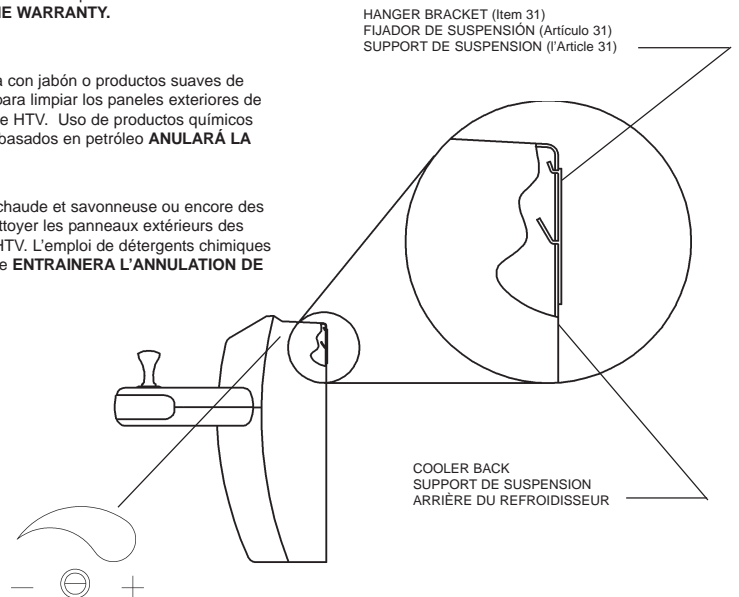

Fig. 3
- 1) Remove the hanger bracket fastened to back of the cooler by removing one (1) screw.
- 2) Mount the hanger bracket as shown in Fig. 2 & Fig 3.
- NOTE:** Hanger Bracket MUST be supported securely. Add fixture support carrier if wall will not provide adequate support. Anchor hanger securely to wall using all six (6) 1/4 in. dia. mounting holes.
- 3) Hang the cooler on the hanger bracket. Be certain the hanger bracket is engaged properly in the slots on the cooler back as shown in Figure 3.
- 9) Stream height is factory set at 35 PSI. If supply pressure varies greatly from this, adjust screw located on upper side of frame (Items 33 or 47). See Fig. 3. CW adjustment will raise stream and CCW adjustment will lower stream. For best adjustment, stream should be 1-1/2" above bubbler hood. (See Fig. 8)
- 1) Quita gancho paréntesis abrochó para apoyar de más fresco quitando uno (1) tornillo.
- 2) Monta el paréntesis de gancho como mostrado en la Fig 2, y Fig 3.
- 9) La altura de la corriente es el conjunto de la fábrica en 35 PSI. Si la presión de la fuente varía grandemente de esto, ajuste el tornillo situado en el lado superior del bastidor (Artículos 33 y 47). Vea Fig. 3. El ajuste de CW levantará la corriente y el ajuste de CCW bajará la corriente. Para mejor ajuste, la corriente debe ser 1-1/2" encima de capucha de bubbler. (Vea Fig. 8)
- 1) Enlève le crochet de cintre a attaché pour soutenir de plus frais en enlevant celui (1) la vis.
- 2) Monter le crochet de cintre selon la Fig 2 & Fig 3.
- 3) Accrochez le refroidisseur au support de suspension. Vérifiez que le support de suspension est correctement inséré dans les fentes situées au dos du refroidisseur comme indiqué sur la Figure 3.
- 9) La hauteur de ruisseau est la série d'usine à 35 PSI. Si la pression d'approvisionnement varie considérablement de ceci, ajustez la vis plac du côté supérieur de l'armature (l'Articles 33, 47). Voir la fig. 3. L'ajustement de CW élèvera l'ajustement de ruisseau et CCW abaissera le ruisseau. Pour le meilleur ajustement, le ruisseau devrait être 1-1/2" au dessus du capuchon de bubbler. (Voir la fig. 8)